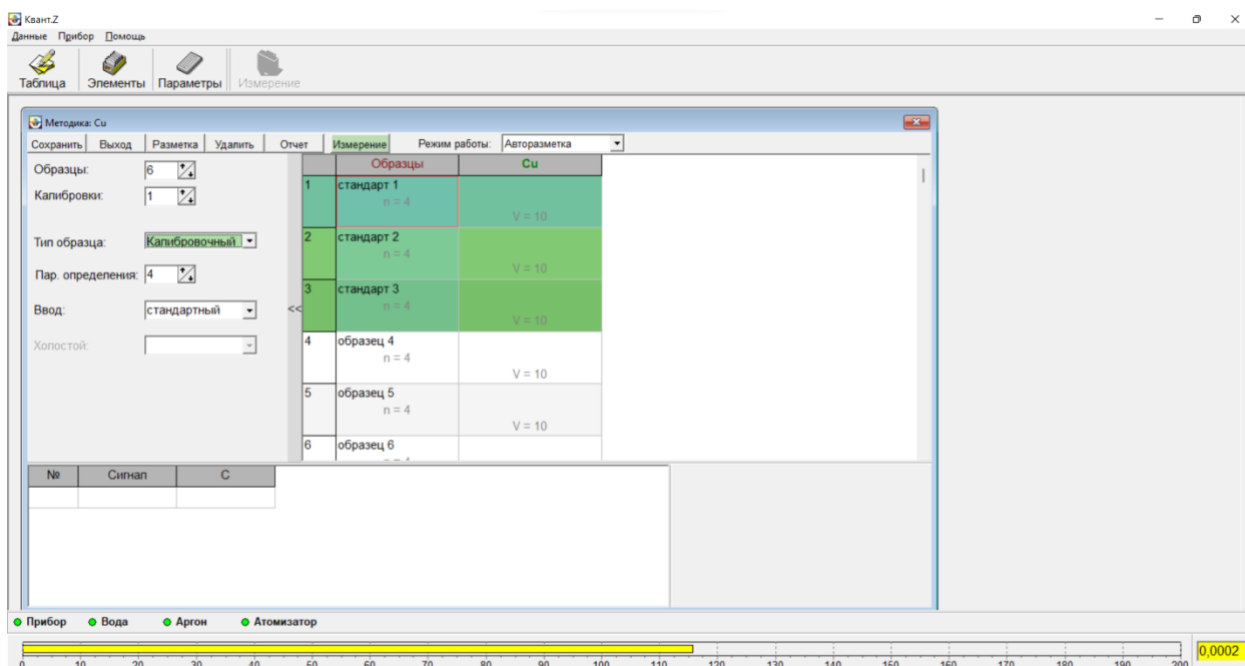

Рис. 35П – Разметка ячеек для калибровки
3.7.17 Если перед проведением измерений необходимо создать новую калибровку, то сначала необходимо загрузить методику на определяемый элемент. Для этого двойным щелчком левой кнопки мышки на верхней ячейке соответствующего столбца рядом со столбцом «Образцы» активизируйте окно «Методики» программы и загрузите методику, например методику «Cu». Установите пробирки со стандартами в соответствующие позиции турели для образцов. Выберите эти позиции стандартов в окне программы и установите число параллельных измерений, действуя в соответствии с пп 3.7.3-3.7.6 (рис. 35П). Например, разметка на рис. 35П соответствует калибровке на Cu образцам, и последующему определению Cu в трёх образцах по созданной калибровке.